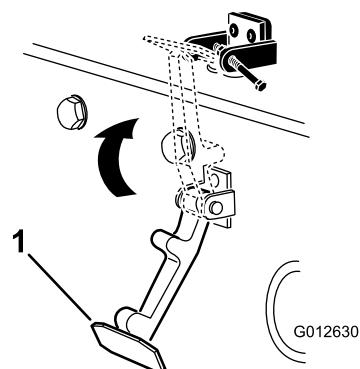

Рисунок 7
7. Введите защелку в зацепление с кронштейном защелки капота (**Рисунок 7**).